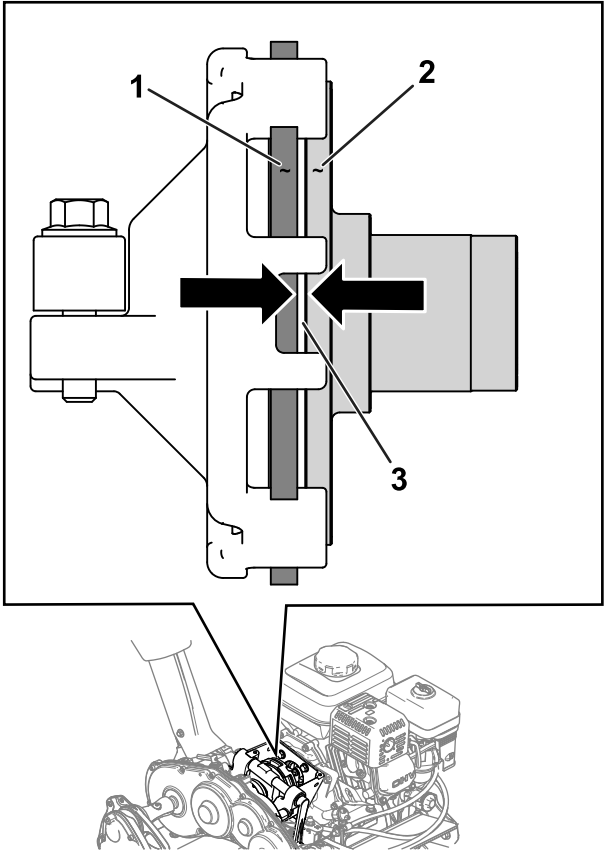

图 35
- 2. 松开锁紧螺母并调节驱动拉索使摩擦盘与压力板之间的间隙达到 1.1mm图 34和图 35。